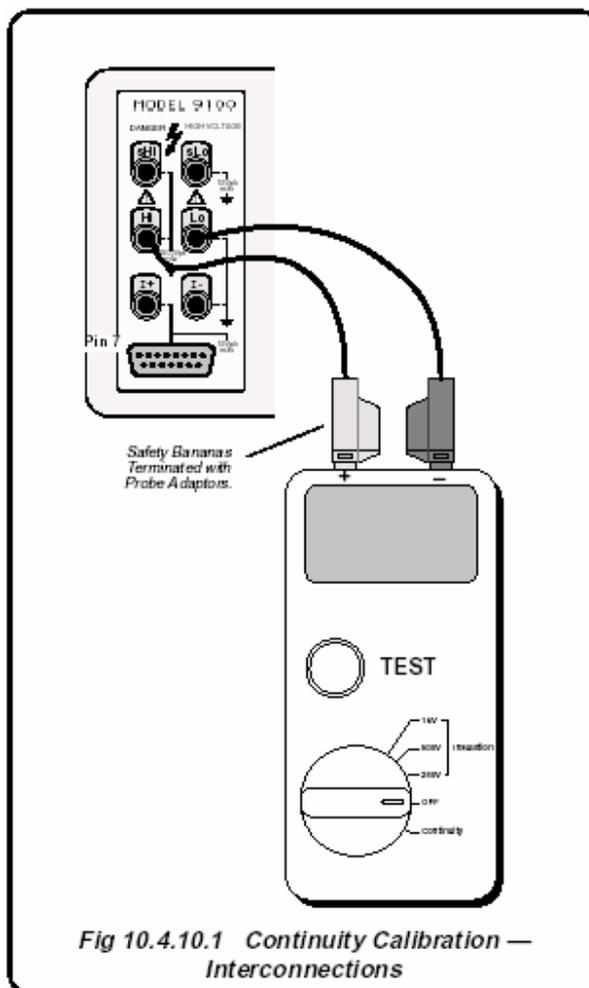

Рис. 10.4.10.1 Калибровка функции сопротивления короткого замыкания — межсоединения
- 1. Соединения** Убедитесь, что калибратор 9100 соединен с измерителем сопротивления короткого замыкания, как показано на *Рис. 10.4.10.1* и оба прибора включены и прогреты.